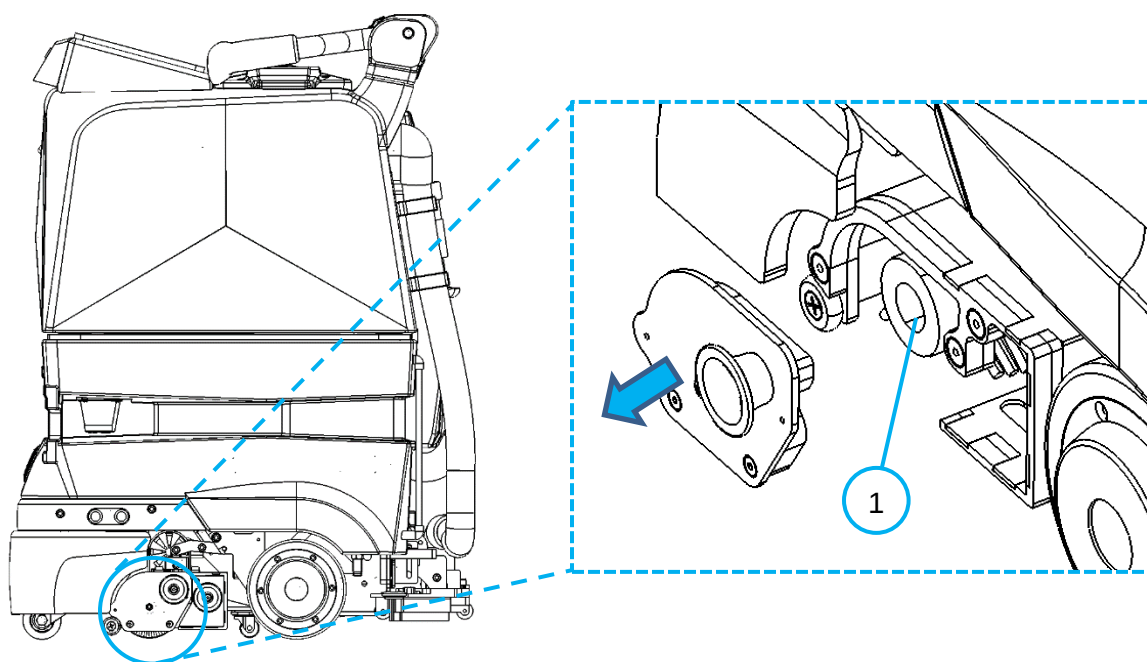

Fig. 1
1. Tirez sur le bouton du couvercle de la brosse pour le dégager du loquet magnétique (Fig. 1).
2. Sortez la brosse (Fig. 1 - 1) et nettoyez-la sous un jet d'eau courante pour éliminer les impuretés des poils.